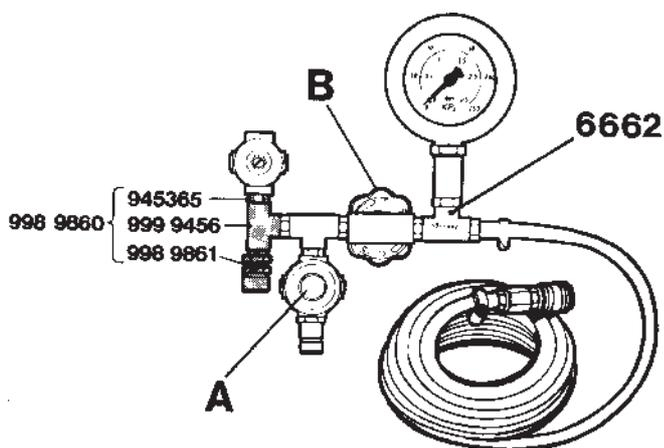

Fig. 175. Montage du kit 998 9860 pour dispositif d'essai sous pression 6662 (Suède seulement)
2. Vérifier que le bouton du clapet de réduction (A, figure 175) est dévissé et brancher le flexible venant du dispositif d'essai sous pression au couvercle 6433 ou 6441.
4. Brancher le dispositif d'essai sous pression 6662 au réseau d'air comprimé et ouvrir le robinet (B).